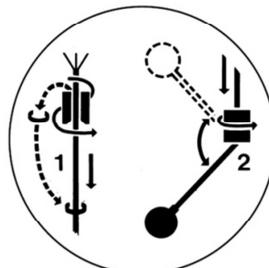

FIG.7
1. Pour que l'installation du contrepoids soit correcte, il faut suivre la procédure illustrée sur la figure 7. Introduire le câble dans le contrepoids, du côté conique, en le tournant. Ceci provoquera le détachement de l'anneau en plastique placé à l'embouchure (en cas de besoin, le détachement peut être facilité avec un tournevis).